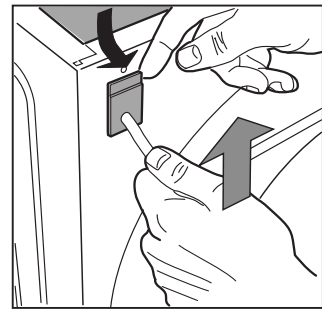

Fig. 16
5. Aleja ligeramente la parte superior del pasacable respecto del respaldo, tira el cable de alimentación hacia arriba y extráelo [fig. 16].